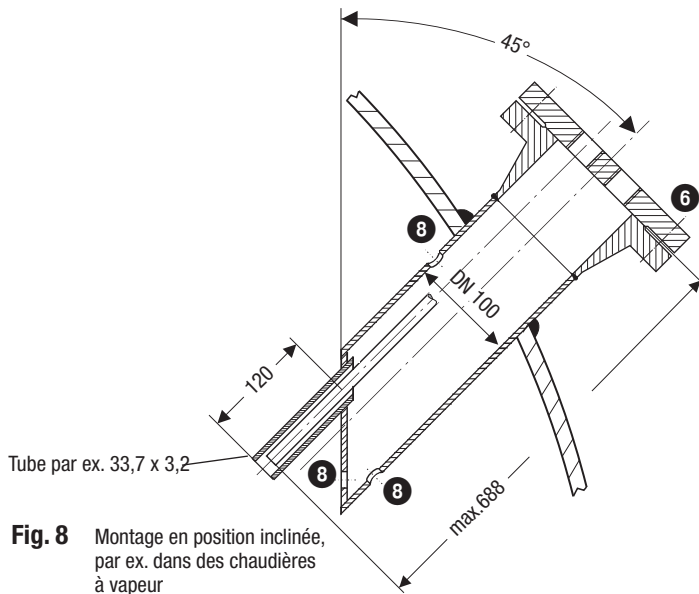

Fig. 8 Montage en position inclinée, par ex. dans des chaudières à vapeur
- L'angle d'inclinaison de l'électrode doit être de 45° au maximum, la longueur de la tige d'électrode étant limitée à 688 mm. **Fig. 8**